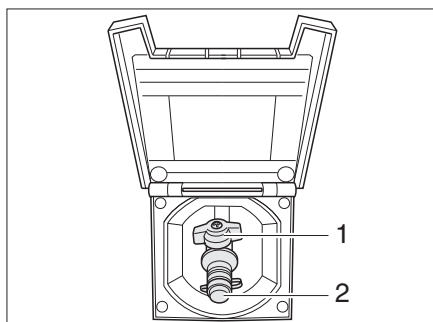

Fig. 81 Toma exterior de gas, válvula de paso de gas cerrada
La toma externa de gas (Fig. 81) está, en función del modelo, en la parte trasera o en el lado izquierdo o derecho del vehículo.
- Conectar el aparato de gas externo en el punto de conexión (Fig. 81,2).
- Abrir la válvula de paso de gas (Fig. 81,1).